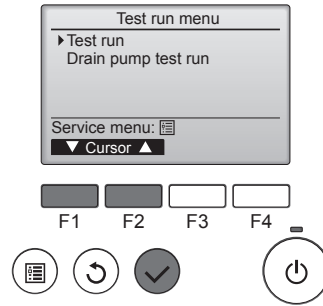

Fig. 5-4
④ เลือก "Test run" โดยใช้ปุ่ม **[F1]** หรือ **[F2]** แล้วกดปุ่ม (Fig. 5-4)